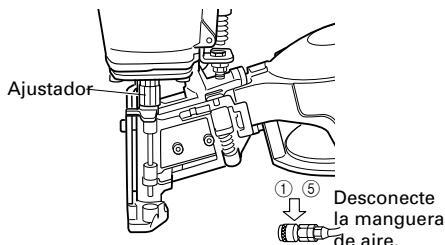

Fig. 8
- ① DESCONECTE LA MANGUERA DE AIRE DEL MARTILLO NEUMÁTICO. (Fig. 8)